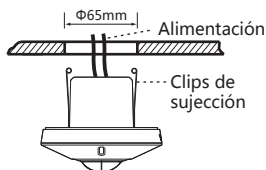

FIG.12
- Cierre los clips de muelle del detector y coloquelo en el orificio realizado en el techo. (Ver FIG.12).